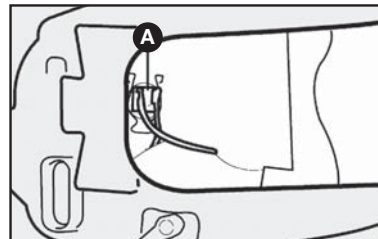

fig. 16
2) soltar o conector A-fig. 16 de alimentação da lâmpada.